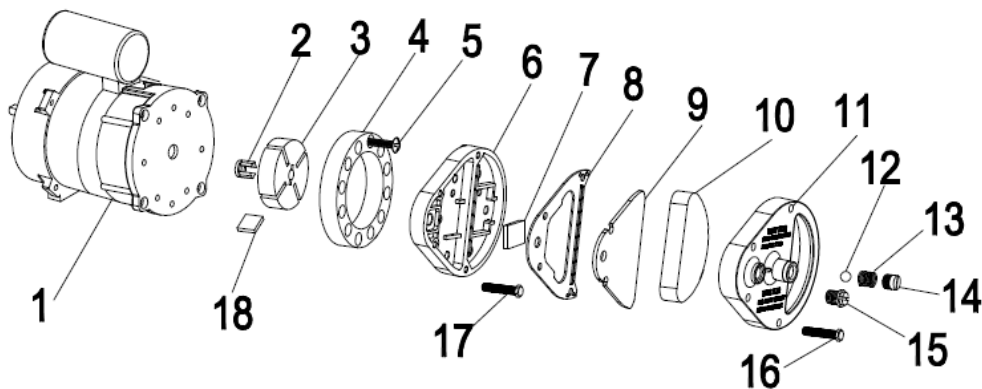

Abb. 7-1: Luftfilter reinigen
7.2.2 Luftfilter reinigen (Abb. 7-1)